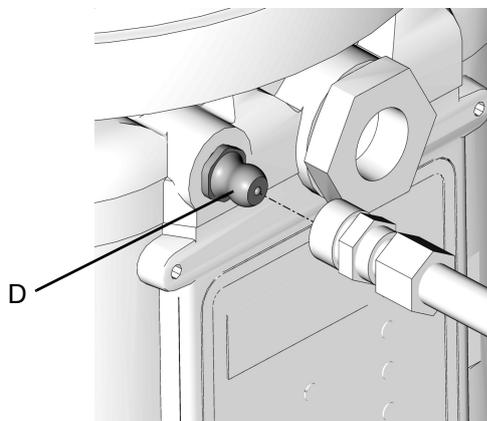

FIG. 19
- Pulire sempre il raccordo (D) (FIG. 19) con un panno asciutto e pulito prima di riempire il serbatoio. Sporco e/o detriti possono danneggiare la pompa e/o il sistema di lubrificazione.
1. Collegare il tubo flessibile di riempimento al raccordo di riempimento di ingresso Zerk (FIG. 19).
1. Collegare il tubo flessibile di riempimento al raccordo di riempimento d'ingresso (FIG. 19).